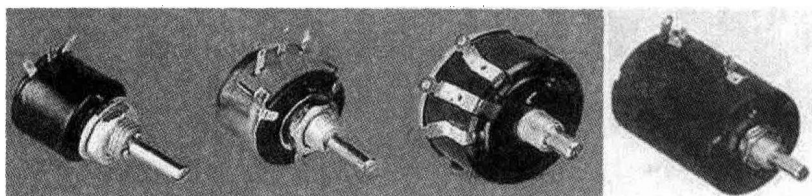

图1-8 线绕电位器
1. **线绕电位器** 线绕电位器的实物如图1-8所示，它又可分为通用线绕电位器、精密线绕电位器、大功率线绕电位器和微调线绕电位器。精密电位器输出特性精度较高，阻值精度也较高，主要用作洗衣机的调速。微调电位器带有慢转机构，主要用作电流、电压的微量调节。